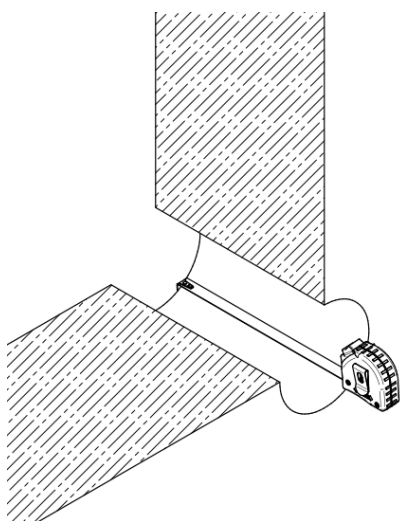

Рис. 20
- Измерьте толщину стены в месте выполненного канала, см. Рис. 20.